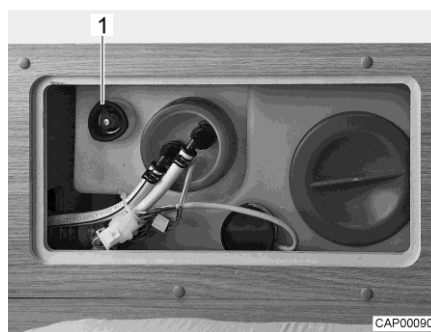

Fig. 89 Réservoir d'eau avec poignée tournante
- Faire tourner la poignée tournante (Fig. 89,1) du réservoir d'eau à fond dans le sens inverse des aiguilles d'une montre au-delà de la résistance pour ouvrir entièrement l'ouverture d'écoulement.